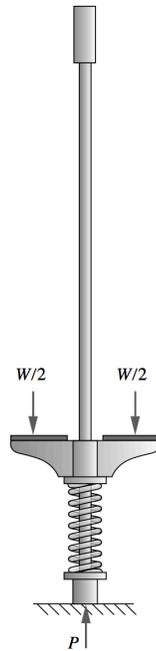

Figura 3: Problema 3: Un juguete infantil llamado "cangurín"
- La figura 3 representa dos configuraciones de vigas soportadas y cargadas. Encuentre, para ambos casos, las reacciones, la fuerza cortante máxima y el momento máximo para los siguientes datos: